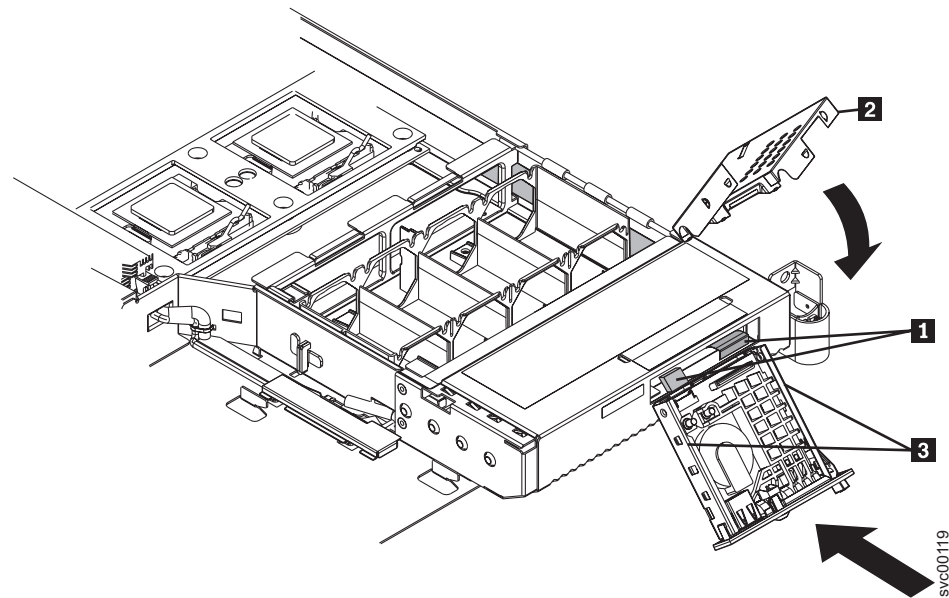

図 217. オペレーター情報パネルの再取り付け
1. アセンブリーの後部 **1** に 2 本のケーブルを接続します。図 217 を参照してください。